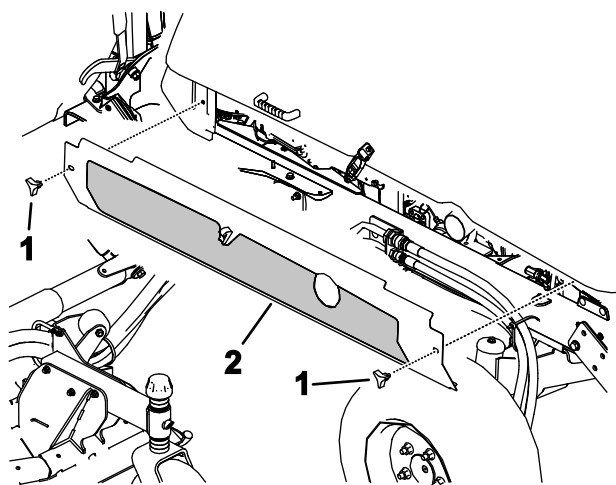

Figura 108
4. Allentate le manopole e rimuovete entrambe le coperture laterali (Figura 108).
5. Montate le coperture laterali (Figura 108).